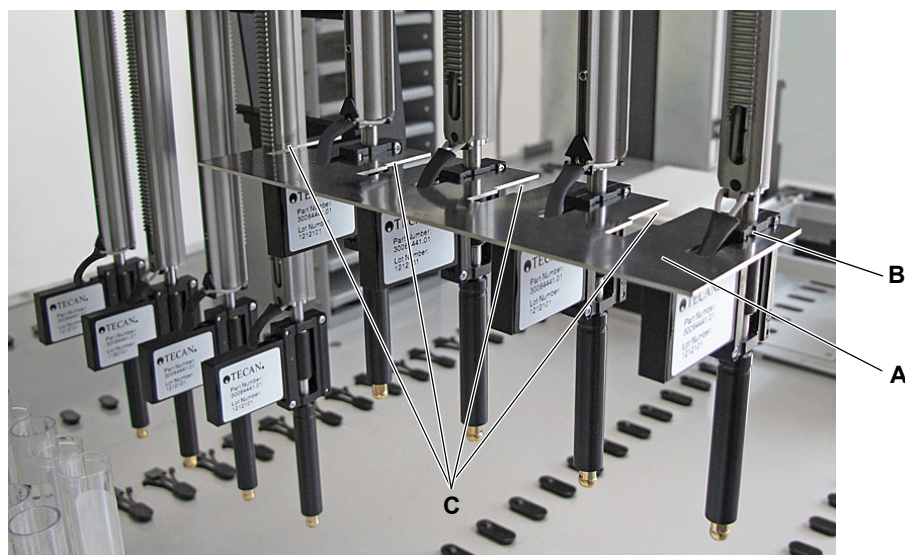
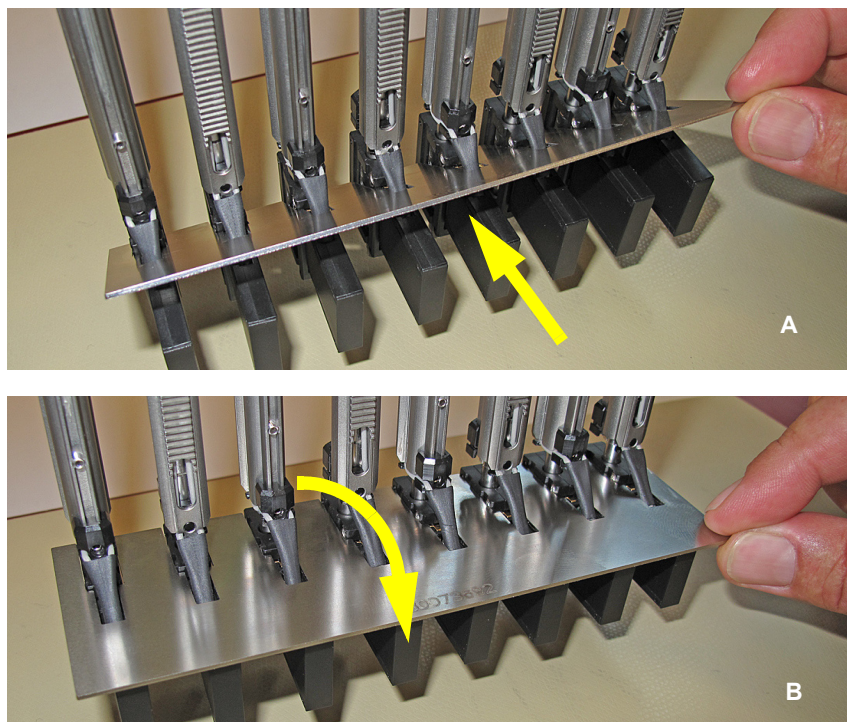

Fig. 7-9 Inserción del indicador de ajuste para adaptadores de puntas del Air LiHa
Fig. 7-12 Indicador de ajuste para adaptadores de puntas del Air LiHa
- 5 Extienda las varillas en Z y fije en su posición los adaptadores de puntas del Air LiHa insertando los indicadores de ajuste para los adaptadores de puntas, tal y como se muestra en Fig. 7-9, 7-37 (orden de inserción como en Fig. 7-12, 7-39)
- 1 Asegúrese de que el indicador de ajuste esté insertado para fijar el adaptador de puntas en posición (consulte Fig. 7-9, 7-37).
Tiene que ser posible insertar el indicador de ajuste en los adaptadores de puntas del Air LiHa tal y como se muestra en la Fig. 7-12, Fig. 7-39.